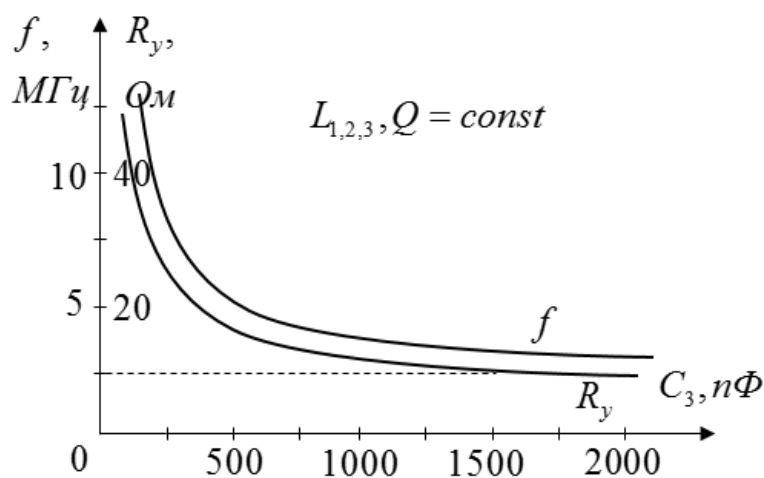

Рис.1.8. Иллюстрация к задаче 1.18
**1.18.** В АГ по схеме рис.1.6 меняется емкость  $C_3$  (рис.1.8) при  $L_1, L_2, L_3, Q = \text{const}$ . В каком диапазоне частот выполняются условия самовозбуждения, если  $S = 0.1 \text{ А/В}$ , при каких значениях  $C_3$ ? Почему характер зависимостей  $f(C_3)$  и  $R_y(C_3)$  одинаковый?
Колебания возбуждятся, если выполняется (1.26):  $R_y > 1/0.1$ ;  $R_y > 10$  Ом. Граничное значение  $R_{y\text{ } \text{зр}} = R_{y\text{ } \text{min}} = 10$  Ом. На этом уровне проведена горизонтальная прямая (пунктир на рис.1.8),  $C_{3\text{ } \text{зр}} = 1.1$  нФ;  $f_{\text{зр}} = 3.5$  МГц. Колебания возможны, если  $C_3 < 1.1$  нФ;  $f > 3.5$  МГц. Частота  $f = f_0 = 1 / 2\pi\sqrt{L_\Sigma C_3}$ ;  $k, p = \text{const}$ ;  $\rho = \sqrt{L_\Sigma / C_3}$ , поэтому  $R_y = kp^2 \rho Q \sim \rho$ . Таким образом,  $f \sim 1 / \sqrt{C_3}$ ,  $R_y \sim 1 / \sqrt{C_3}$ .
**1.32.** По графикам рис.1.8 определить емкость  $C_3$ , при которой можно реализовать работу АГ в НР с  $\theta = 90^\circ, 80^\circ, 60^\circ$ , если  $S = 0.2$  А/В. Чему равна частота колебаний в каждом из этих режимов?